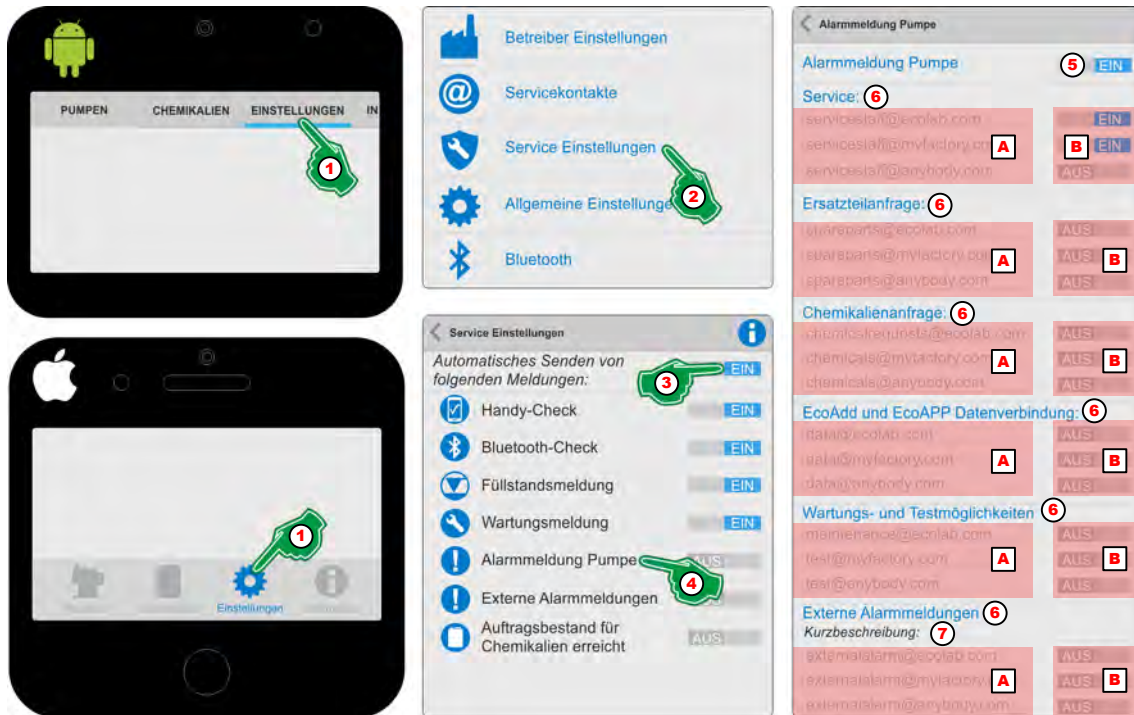

Abb. 49: „Alarm Pumpe“ !
1. ▶ [Einstellungen] (Abb. 49, Pos. 1) auswählen.
2. ▶ [Service Einstellungen] (Abb. 49, Pos. 2) auswählen.
3. ▶ „Automatisches Senden von folgenden Meldungen“ (Abb. 49, Pos. 3) **EIN** Schalten.
4. ▶ Das Symbol oder die Bezeichnung „Alarm Pumpe“ ! (Abb. 49, Pos. 4) auswählen.
5. ▶ „Alarm Pumpe“ (Abb. 49, Pos. 5) **EIN** Schalten.
6. ▶ Gewünschte Servicekontakte (Abb. 49, Pos. A) **EIN** (Abb. 49, Pos. B) Schalten.
7. ▶ Zur Anzeige von Fehlern bei Verwendung einer externen Steuerung (Abb. 49, Pos. 7) eine Kurzbeschreibung (Abb. 49, Pos. 8) zur Identifikation vergeben.